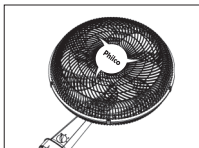

Figura 06
7. Encaixar a grade frontal na grade traseira introduzindo as linguetas nos respectivos alojamentos da grade traseira e observando que o logotipo Philco deve ficar na horizontal (**ver figura 06**).